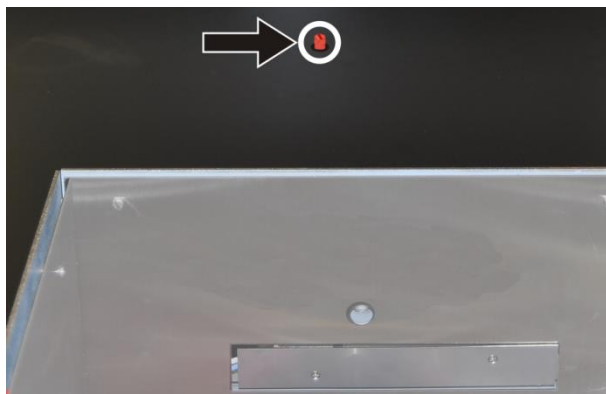

Рис. 29 Транспортировочный стопор на novAA 800
3. Выкрутите транспортировочный стопор красного цвета (показан стрелкой на Рис. 29) из рычага решетки и извлеките его из камеры спектрометра.